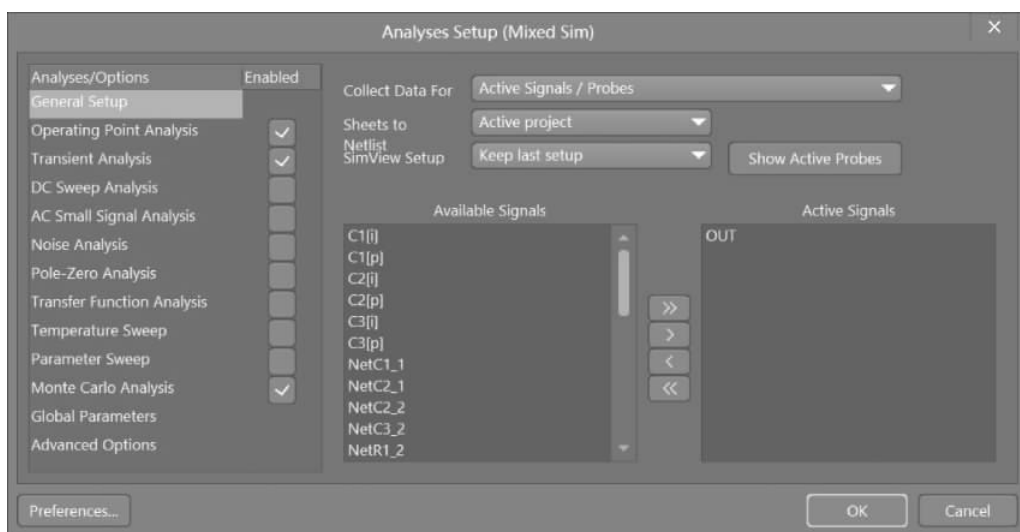

图 3-83 设置仿真参数界面 1
(1) 在 AD 主界面主菜单下选择 Simulate→Edit 'Mixed Sim' Setup。
(2) 打开如图 3-83 所示的 Analyses Setup(分析设置)界面。按下面参数设置。
① 选中 Operating Point Analysis、Transient Analysis 和 Monte Carlo Analysis 选项，分别执行直流工作点、瞬态分析和蒙特卡罗功能。
② 将 Collect Data For 设置为 Active Signals/Probes。